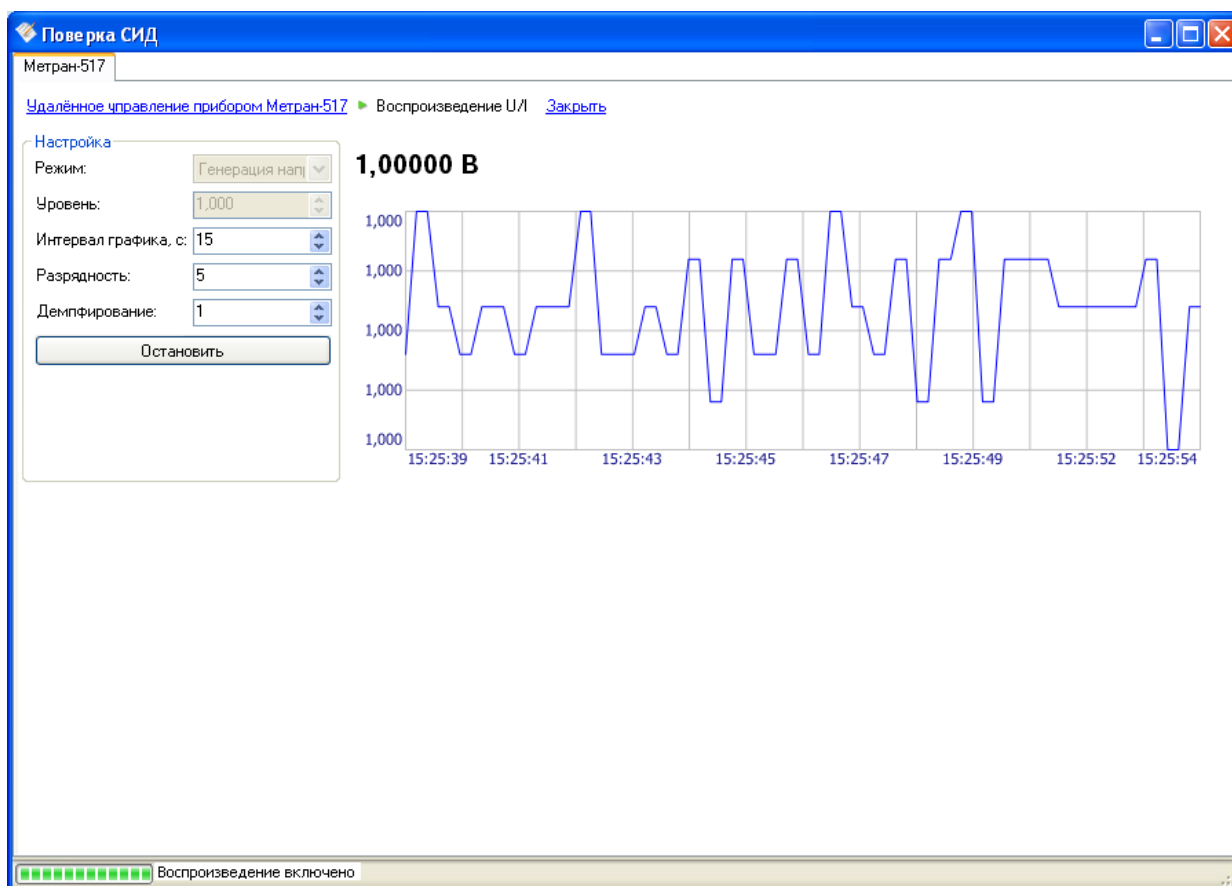

Рисунок 4.95 – Режим генерации электрических сигналов
- Воспроизведение (см. Рисунок 4.95);
Программа в режиме «Воспроизведение» позволяет воспроизводить электрические сигналы (напряжение и ток). В окне программы расположены следующие компоненты (см. Рисунок 4.95):